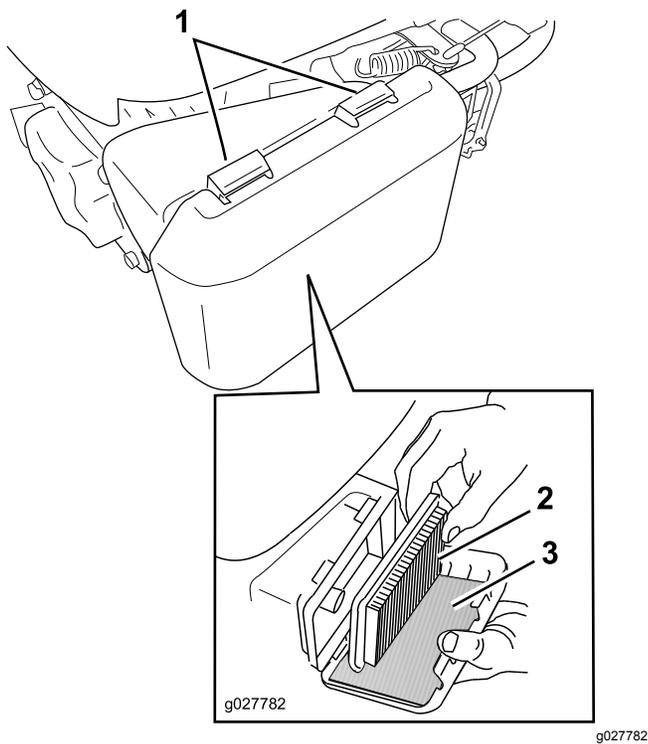

図 23
1. エアフィルタカバーの上部についているラッチのタブを押す 図 23。
3. ペーパーエアフィルタとスポンジ製プレフィルタを外す 図 23。